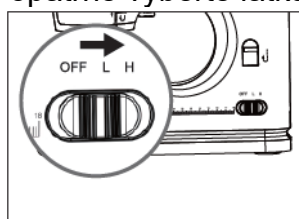

Fig.9
6. Posuňte prepínač do polohy nízkej alebo vysokej rýchlosti a stroj automaticky začne šitie. Pre začiatok je odporúčaná nízka rýchlosť (Fig. 9).